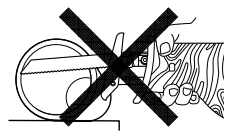

Fig. 18
- Si corte un tubo grande, una pieza de madera grande, etc., que exceda la capacidad de corte de la hoja, existiría el riesgo de que la misma no haga contacto con la pared interior del tubo, madera, etc., y podrían producirse daños. (Fig. 18, Fig. 20)